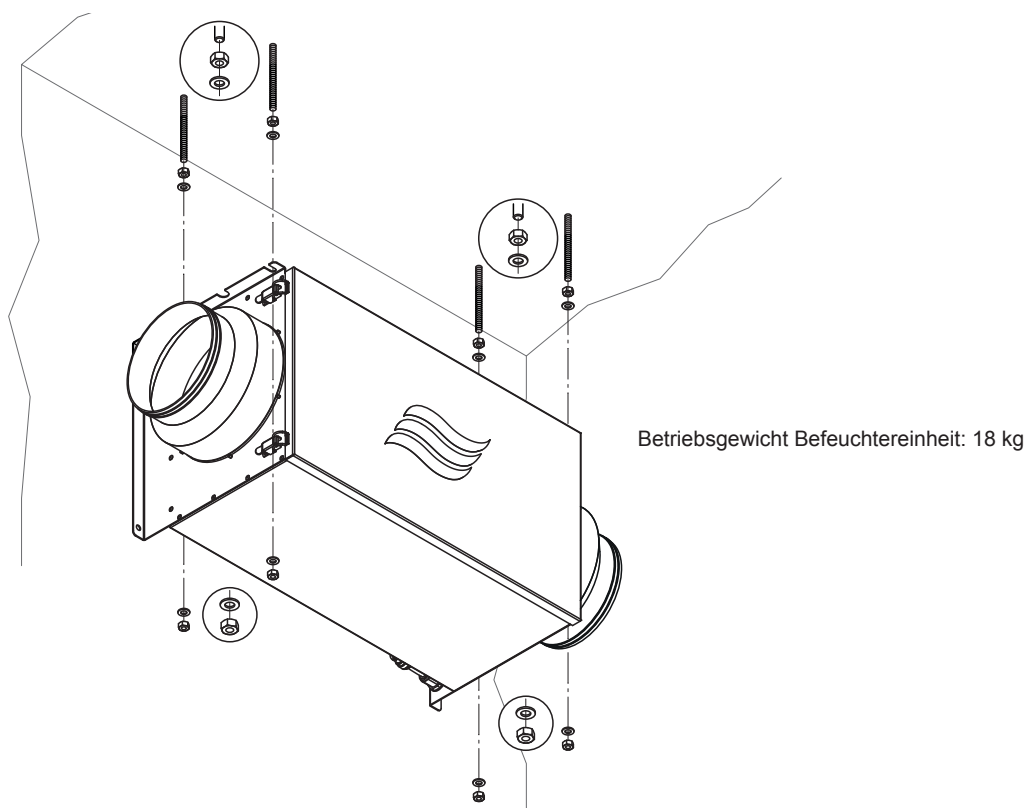

Abb. 8: Befeuchtergehäuse an den Gewindestangen befestigen
2. Befeuchtergehäuse über die Befestigungswinkel des Gehäuses mit den M8-Muttern und den Unterlagscheiben, wie in der Abb. 8 gezeigt, an den Gewindestangen befestigen.